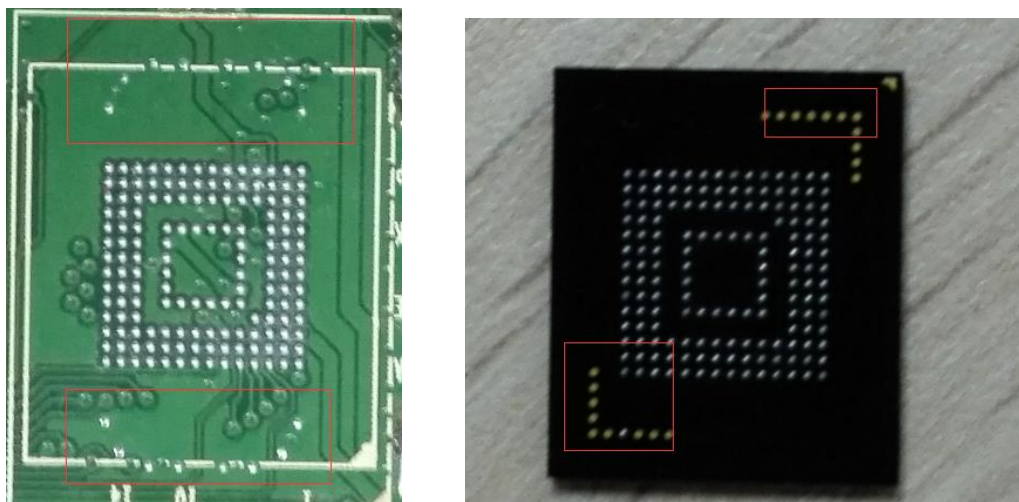

图 1 PCBA 焊盘定位脚和 flash 的测试点
- 因为 169ball 封装尺寸为 12*16,为了加固焊接,在两排各有 8 个定位 pin(eMMC 的 A1-D14 1.AE1-AE14 为 NC pin),如下图 1: